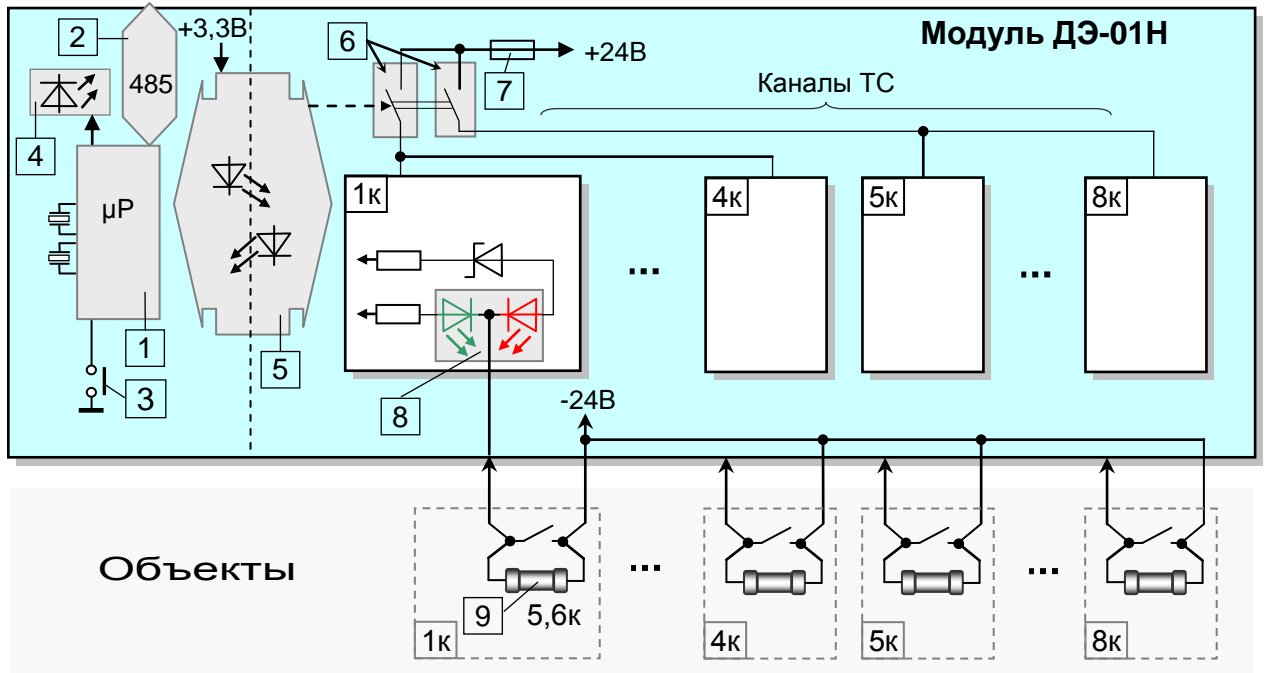

Рис. 1.
Все временные параметры и обновление информации о контролируемых параметрах в модуле ДЭ-01Н синхронизированы с временными метками, которые вырабатываются главным устройством в виде специальных команд (по RS485) или самим модулем по внутреннему таймеру. В штатном режиме модуль работает по внутреннему таймеру не зависимо от временных меток, выдаваемых главным устройством. Режимы работы модуля по временным меткам, скорости обмена и периоду обновления информации в зависимости от состояния технологической съёмной перемычки (далее технологическая перемычка) поз. 3 на рис. 1, указан в таблице 1.
1.4.3 Контроль каждого канала ТС осуществляется при помощи двух оптопар с нормальным и минимальным током светодиодов. Контроль шлейфов датчиков ТС возможен только при наличии резисторов с номиналом 5,6кОм, подсоединённых параллельно контактам датчиков. Левый светодиод двухцветного индикатора каждого канала (поз. 7 на рис. 1) находится в цепи оптопары с нормальным током и загорается зелёным цветом с появлением низкого уровня на выходе оптопары при исправном состоянии шлейфа независимо от состояния контактов датчика ТС. Правый светодиод двухцветного индикатора каждого канала (поз. 7 на рис. 1) находится в цепи оптопары с минимальным током и загорается красным цветом с одновременным появлением низкого уровня на выходе оптопары при замыкании контакта датчика ТС. Ток в цепи оптопары с нормальным током рассчитан так, чтобы низкий уровень на её выходе удерживался при сопротивлении в цепи ТС каждого канала не более 3 – 4,7кОм. Ток в цепи оптопары с минимальным током рассчитан так, низкий уровень на её выходе удерживался при сопротивлении в цепи ТС каждого канала не более 6,2 – 6,8кОм.